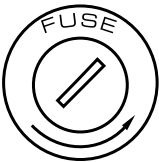

Fig.9
2. Con un cacciavite, rimuovere il portafusibile (fig.9) dalla sua sede e il fusibile bruciato dal suo supporto; sostituire il fusibile con uno identico per tipologia e valore.